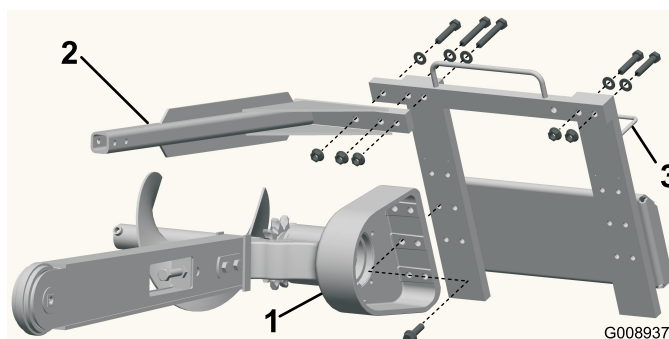

Figura 7
2. Rimuovete i sei bulloni che fissano la testa dello scavafoffi al telaio (Figura 7).
4. Fissate la testa sul telaio utilizzando i sei bulloni precedentemente rimossi (Figura 7).
6. Rimuovete i tre bulloni, le rondelle e i dadi flangiati dalla barra di sicurezza ed estraete la barra (Figura 7).
7. Rimuovete i due bulloni corti, le rondelle e i dadi flangiati che fissano il lato destro del telaio superiore e portateli nei fori corrispondenti sul lato sinistro (Figura 7).
8. Montate la barra di sicurezza sulla catena dello scavafoffi utilizzando i tre bulloni, le rondelle e i dadi flangiati precedentemente rimossi (Figura 7).
10. Spostate i tubi dalla rispettiva guida posta sull'estremità dello scavafoffi portandoli sulla guida dei tubi del lato sinistro (Figura 7).